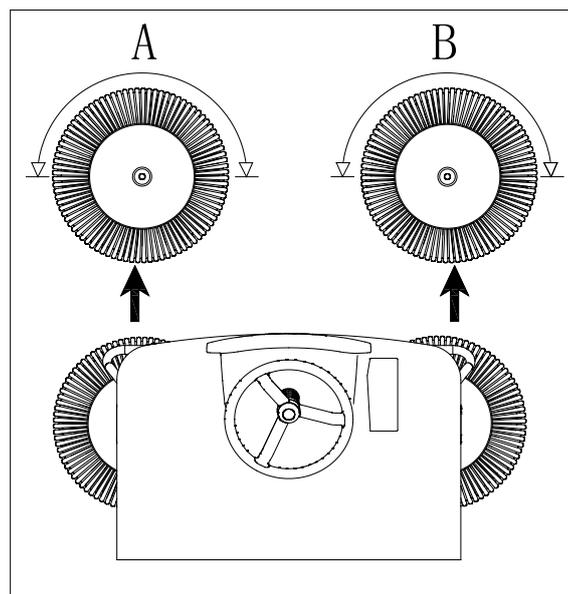
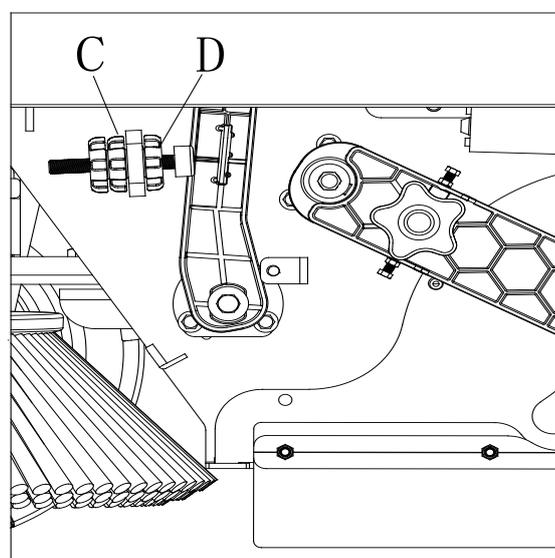

Figura 25
Figura 26
Verificare che l'impronta della spazzola laterale (A e B, Figura 25) corrisponda alle specifiche (A e B, Figura 25).
4. Innanzitutto, svitare il dado della manopola (D, Figura 26), quindi regolare l'altezza della spazzola laterale ruotando la manopola di regolazione (C, Figura 26) fino a quando l'impronta della spazzola laterale non corrisponde all'illustrazione (A e B, Figura 25). Dopo la regolazione, serrare il dado della manopola (D, Figura 26).